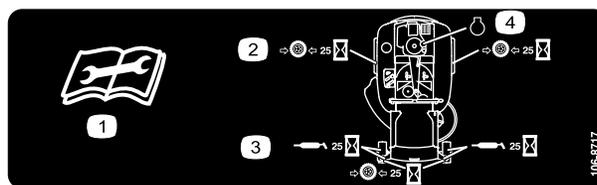

Figura 28
3. Pulite i raccordi d'ingrassaggio (Figura 27 e Figura 28) con un cencio, e togliete eventuali tracce di vernice davanti ai raccordi.
4. Collegate un ingrassatore a pressione a ciascun ingrassatore (Figura 27 e Figura 28). Pompate del grasso nel raccordo finché non inizia a fuoriuscire dai cuscinetti.